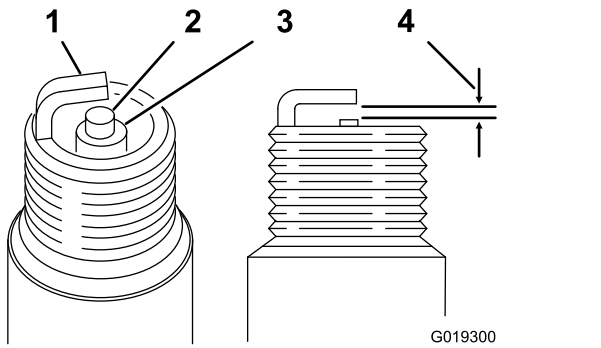

図 32
**エアギャップ** 0.70-0.80 mm 図 32を参照。
4. 図 32 のように、エアギャップを 0.70-0.80 mm に調整する。